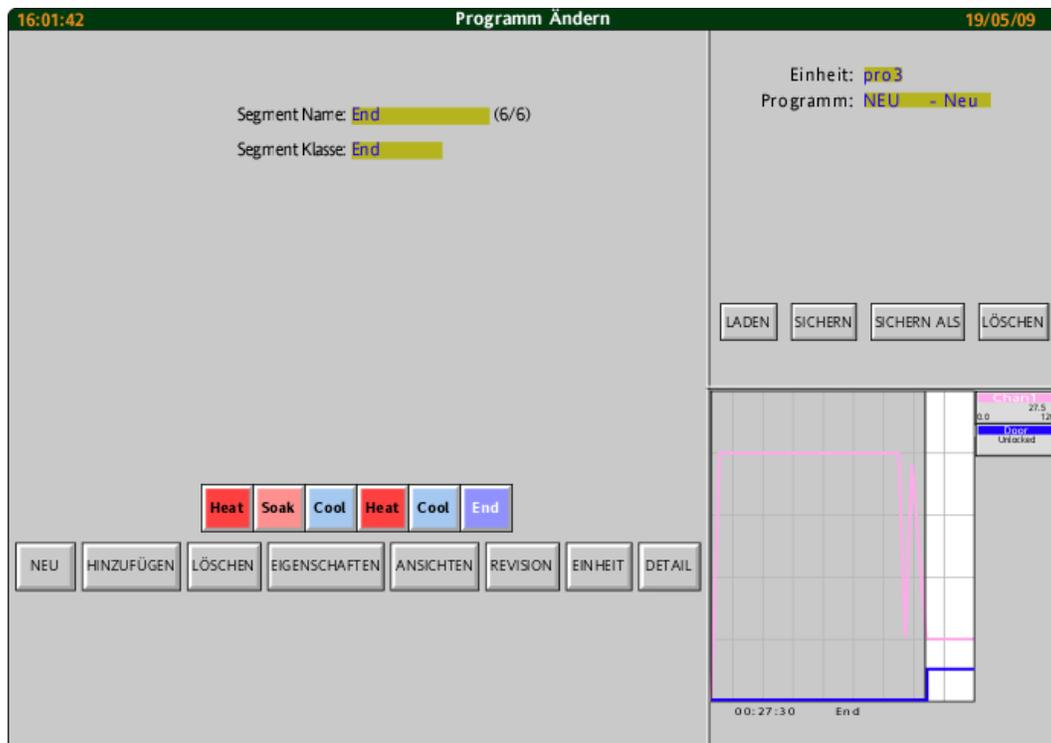

Abbildung 4.12.3c Nach Hinzufügen des letzten Segments
6. Fügen Sie die weiteren Segmente in der Reihenfolge 'Cool', 'Heater on', 'Cool', 'Ende' ein. Beenden Sie die Eingabe mit der in Abbildung 4.12.3c gezeigten Ansicht.